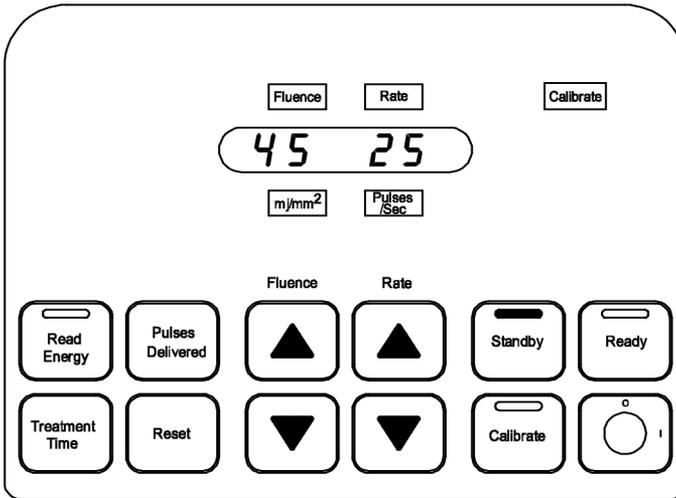

Figura 5
2. Se mostrarán los valores de calibración apropiados para el dispositivo en uso. (Figura 5)